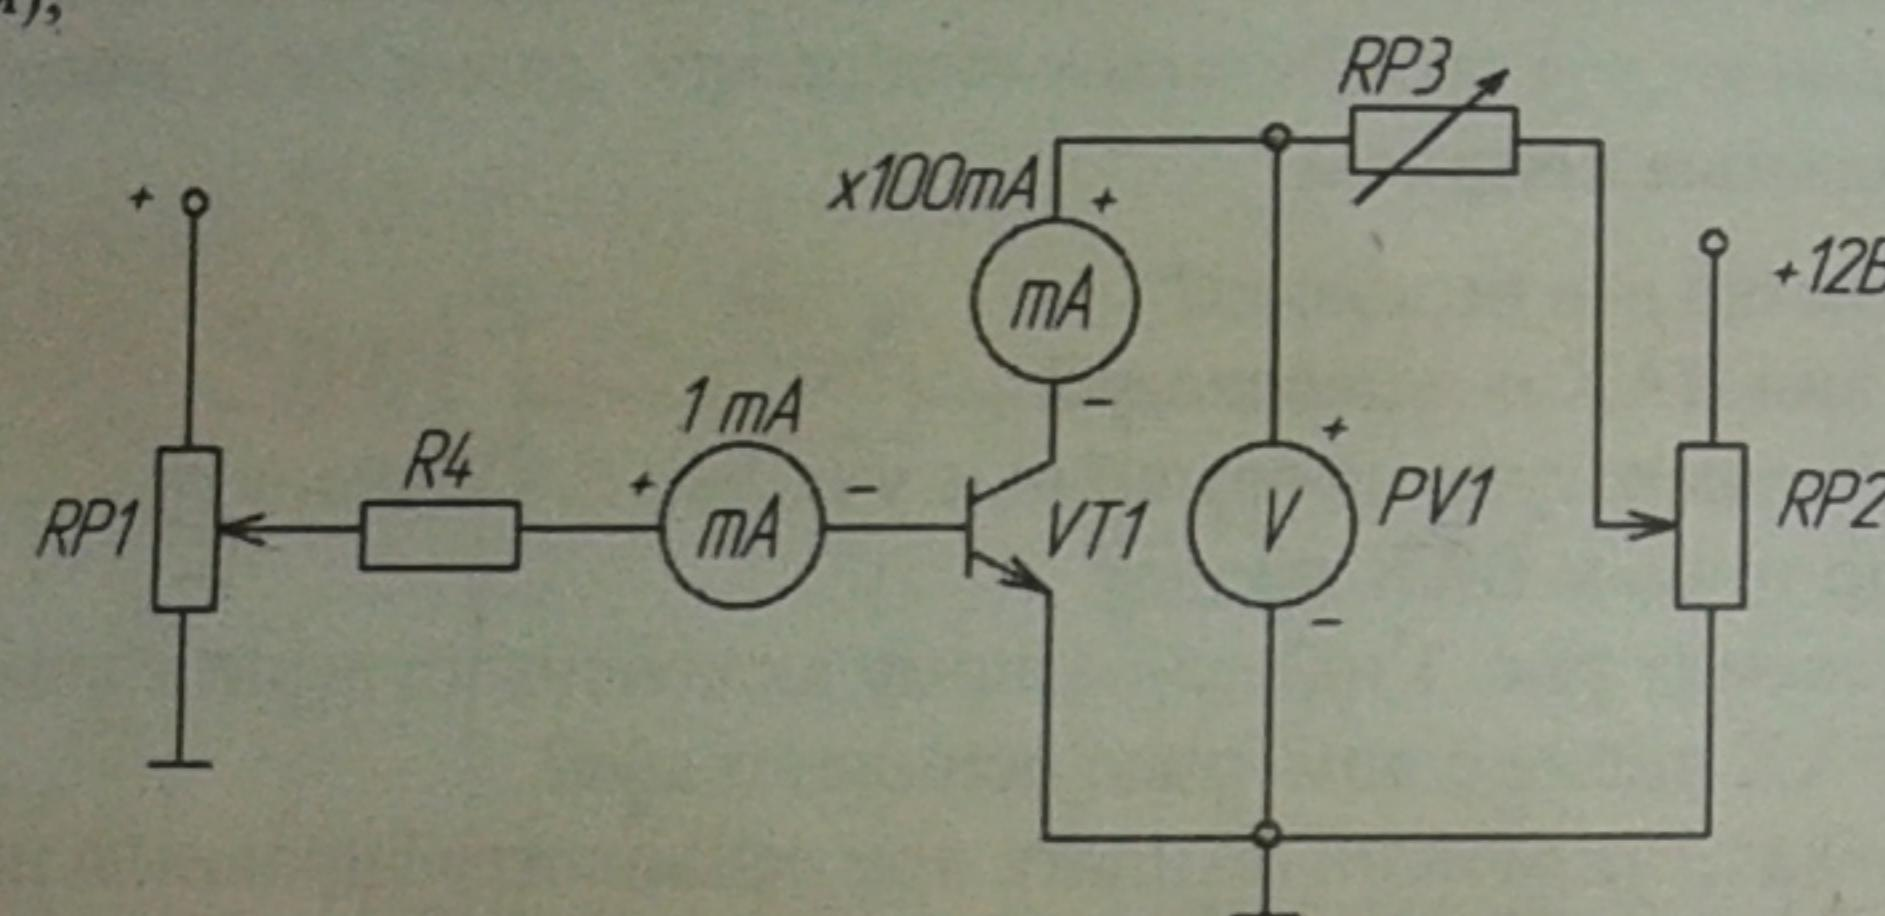

Рис. 1
- собрать схему для снятия характеристик прямой передачи по току биполярного транзистора (рис.1). Для измерения тока базы подключить амперметр PA1 (до 1 мА), а для измерения тока коллектора подключить PA2 (до 100 мА). Для измерения напряжения на коллекторе использовать вольтметр PV1; в качестве резистора в цепи коллектора использовать резистор RP3 (по указанию преподавателя);
- снять характеристику прямой передачи по току при наличии заданного противления нагрузки  $R_k$  (рис. 1). С помощью потенциометра RP1 установите ток  $I_b$ , равный нулю, а с помощью потенциометра RP2 установите заданное значение. В дальнейшем ручку регулировки RP2 не трогать. В области вблизи насыщения характеристики снимать чаще;